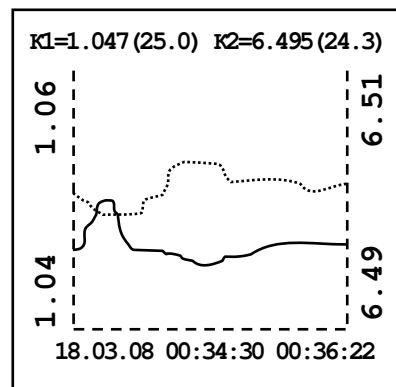

Рисунок 7 - Режим измерения «График»
- «График» – задаётся отображение измеренных значений по двум каналам в виде графика (смотри рисунок 7);
- «**Линия**» – задаётся тип линии тренда в режиме измерения «График» (смотри рисунок 7);